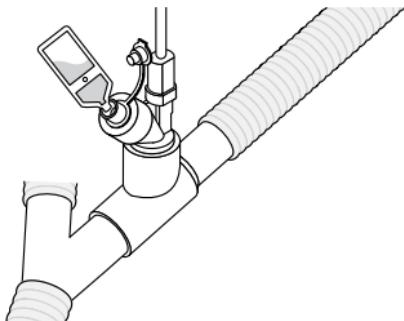

Figura 12. Riempimento del nebulizzatore con una fiala precaricata
2. Immettere il farmaco nell'attacco di riempimento del nebulizzatore tramite una siringa o una fiala precaricata (figura 12).